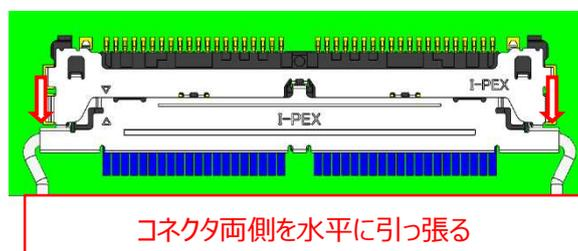

図 20
- ② 抜去の際は、図 20 の様にプラグコネクタの両側を水平に引っ張ってください。